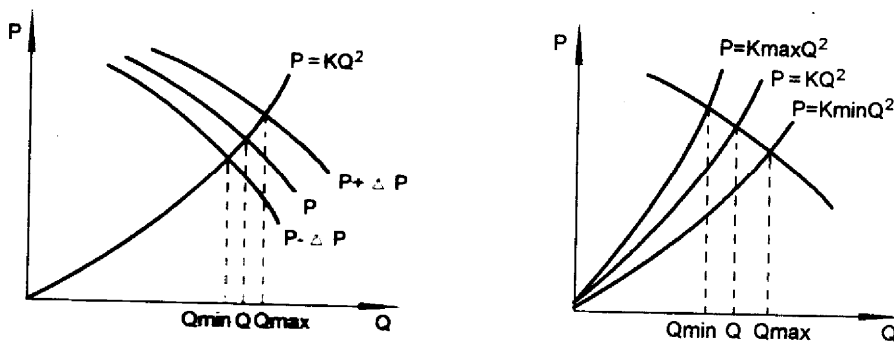

图3 管网特性和全压偏差与流量关系
(1) 管网阻力实际值与计算值相差过大。一般管风特性方程式： $P=KQ^2$ ，式中 K —阻力系数，如实际值 K 小于计算 K ，则流量增大，反之则流量减少。见图 3
(2) 选择时未考虑风机本身全压偏差 ΔP 影响，当风机实际全压为正偏差时，则流量增大，为负偏差时，则流量减少。见图 3